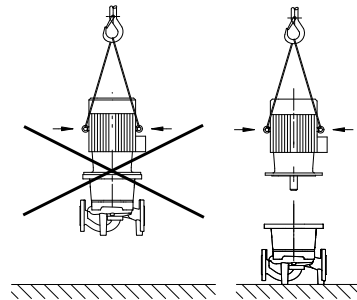

Fig. 7: Transport af motoren
- Transportringene på motoren er kun tilladt til transport af motoren og ikke af hele pumpen (Fig. 7).